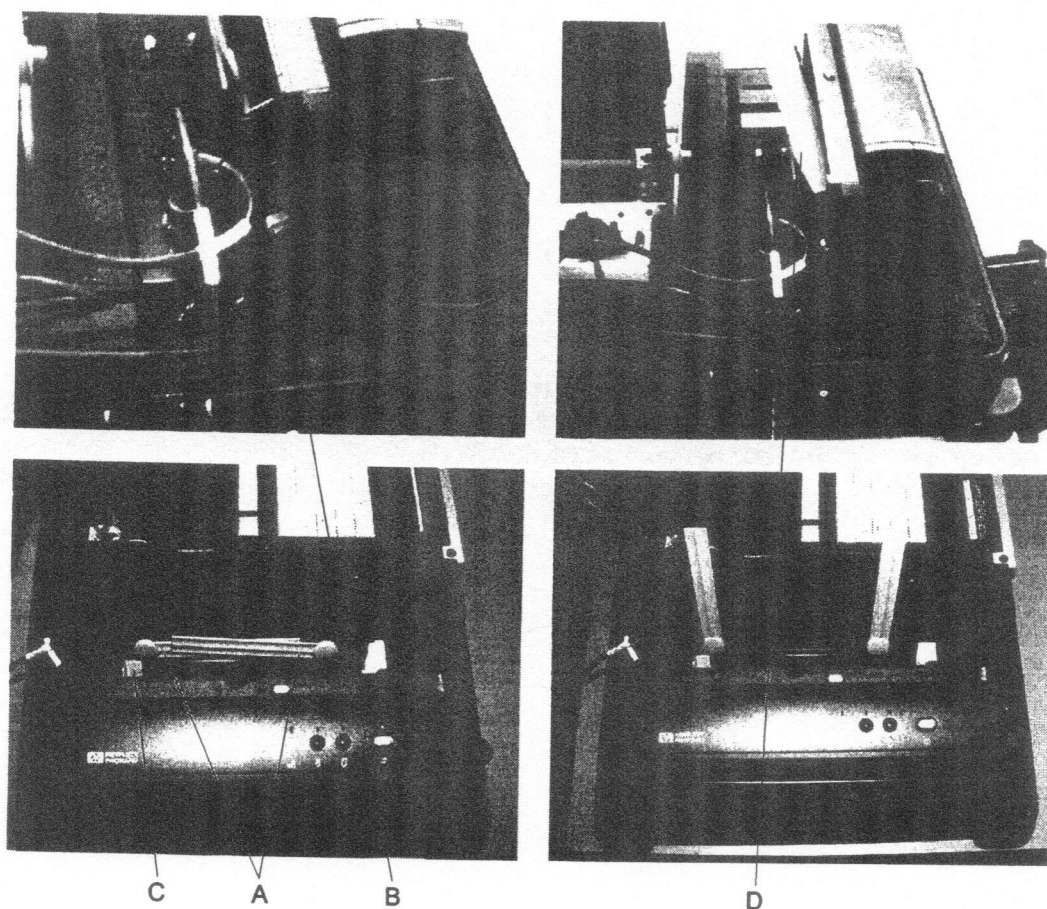

Fig. 17 – Processus de chargement papier
- Déplier les bras de support du papier (A, Fig. 17) pour les mettre en position verticale.
- Pousser le levier de dégagement du papier (B, Fig. 17).
- Faire glisser le guide de réglage gauche (C, Fig. 17) sur le côté du bac feuille à feuille.
- Insérer ensuite le papier (D, Fig. 17) dans le bac feuille à feuille. Faire glisser le guide de réglage gauche contre le papier. Le guide s'enclenche en position pour les formats U.S. Letter, U.S. Legal, U.S. Executive ou A4.